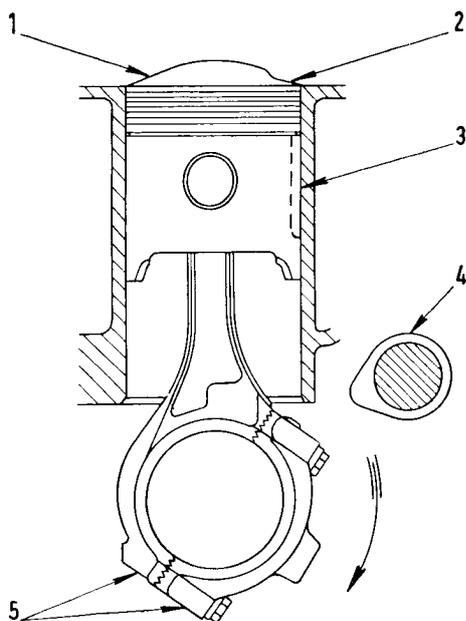

Fig. 20. - Schema per il montaggio del complesso biella-stantuffo nel cilindro.
La lettera distintiva della classe è stampigliata sul cielo dello stantuffo, dalla parte opposta dell'incavo, cioè nella zona 1, fig. 20.
Il numero di identificazione della biella, per il montaggio nella relativa canna cilindro deve essere stampigliato nella zona 5, indicata nella fig. 20; pertanto montando bielle nuove di ricambio, occorrerà effettuarne la numerazione.
gliato sulla biella (5, fig. 20) sia rivolto dalla parte opposta dell'incavo (2) praticato sul cielo dello stantuffo, cioè dalla parte opposta del taglio di dilatazione dello stantuffo.
Il montaggio del complessivo biella-stantuffo nel gruppo cilindri deve effettuarsi in modo che il taglio (3, fig. 20), risulti rivolto dalla parte dell'albero distribuzione (4); operando in questo modo il numero stampigliato sulla biella deve risultare dalla parte opposta dell'albero distribuzione.